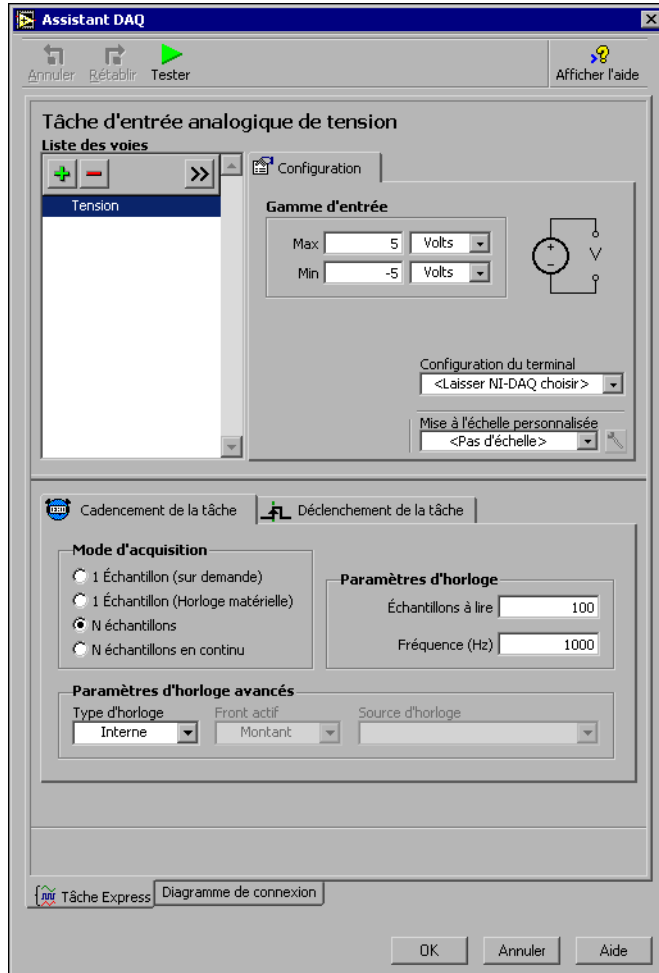

Figure 4-1. Configuration d'une tâche avec l'Assistant DAQ
5. Dans la liste **Voies physiques supportées**, sélectionnez la voie à laquelle le signal est connecté, comme par exemple **ai0**, puis cliquez sur le bouton **Terminé**. L'Assistant DAQ ouvre une nouvelle fenêtre, présentée dans la figure 4-1, qui affiche les options pour configurer la voie que vous avez sélectionnée.